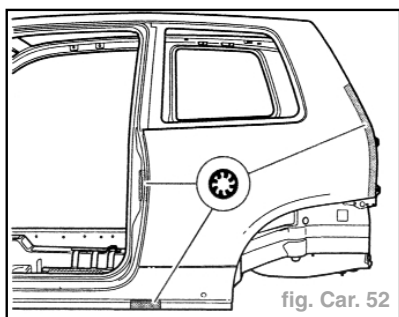

fig. Car. 52
- Souder le panneau latéral par bouchonnage sous gaz de protection (fig. Car. 52).